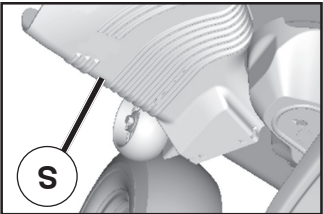

Fig. 10
ATTENTION: N'utilisez pas la tondeuse sans le déflecteur ou sans le ramasse-herbe (S) s'il y a lieu. (Voir La Fig. 10)